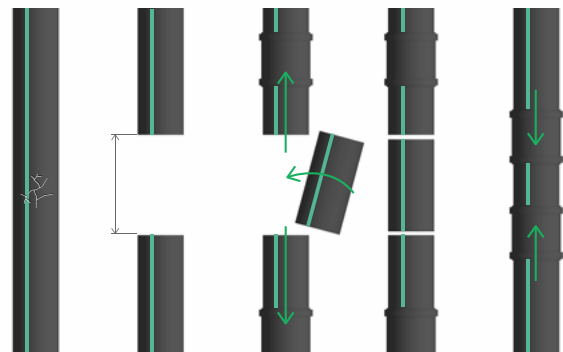

Abbildung 11
- Das gleiche Verfahren kann zur Reparatur von beschädigten Rohren eingesetzt werden, und zwar mit einem Muffenrohr anstelle des Abzweigs oder mit Einführen eines Wartungsrohres oder einer Doppelmuffe (Abb. 11).